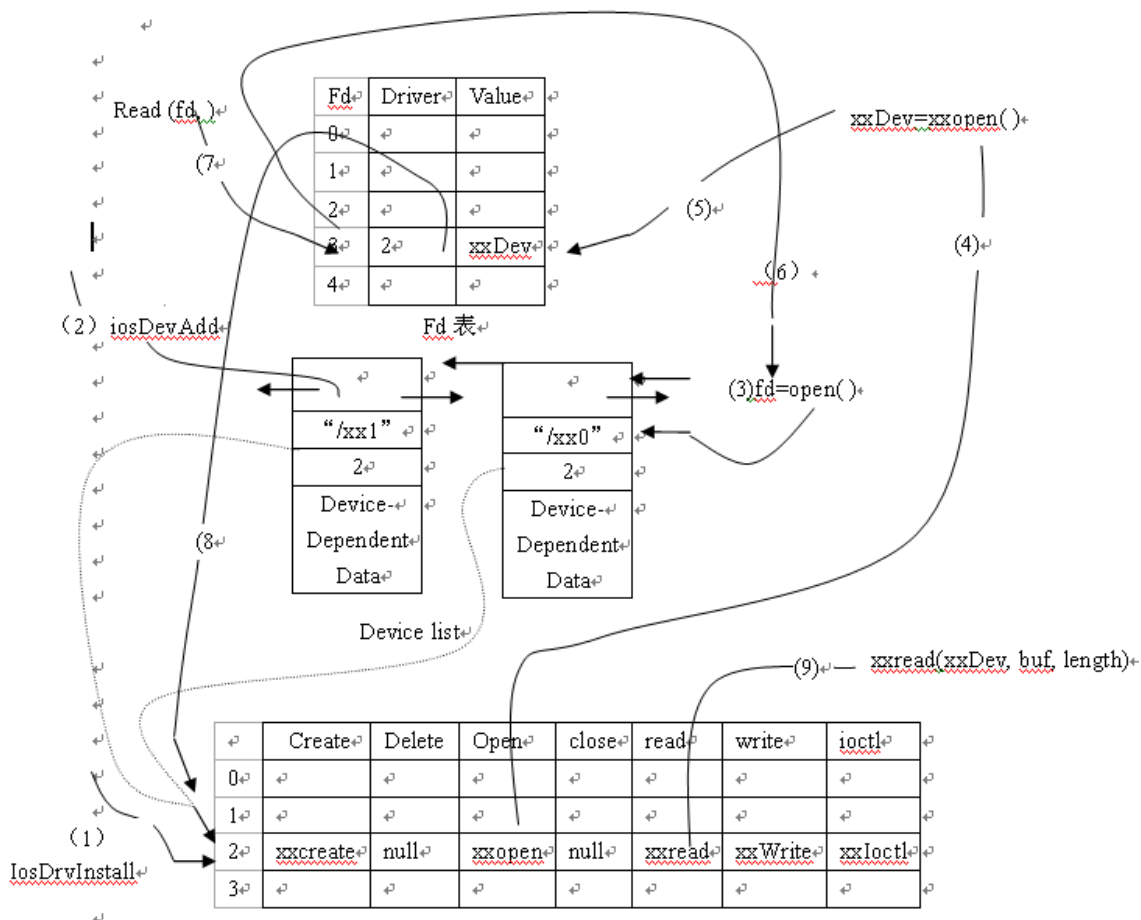

图 10.4 字符型 IO 设备访问过程
(1) 设计 xxDrv() 函数，它调用 iosDrvInstall() 来安装设备驱动程序，将用户设计的对 IO 具体操作的函数填写到设备驱动程序表中，并返回驱动程序号。如图 10.4 中 (1) 所示。
(2) 设计 xxDevCreate()，它调用 isoDevAdd() 来添加设备到设备链表中。设备链表中的每个元素由三个部分组成，双向链表指针、设备名及设备的驱动程序号，设备依赖数据结构（与具体的设备有关）。如图 10.4 中 (2) 所示。
在图 10.4 中虚线框 (5) 中的任务要访问 IO 设备，其操作步骤如下：
(1)、如图 10.4 中 (3) ~ (6) 步，执行 `open()` 函数到设备链表中去查找匹配设备名，找到对应的 driver 号，执行 `xxopen` 函数，返回设备的 ID 号 (device ID)，然后将 driver 和 deviceID 号一并填写到 fd (文件描述符表) 表中去，`open` 函数返回 Fd 号，以便 `read`, `write`, `ioctl` 函数操作使用。
(2)、如图 10.4 中 (7) ~ (9) 执行 `read` 函数，实现从刚才打开的设备中读取数据存储到缓冲区中。具体实现的过程如下：根据 fd 号，查找 fd 表 (文件描述符表)，得到相应的 driver 号，从而查找 driver 表可以得到 `read` 函数所对应的 `xxread` 函数，`xxread` 函数对 fd 表中 devID 所指定的设备进行操作。`Write` 函数的实现与 `read` 函数相似，这里就不再加以描述。